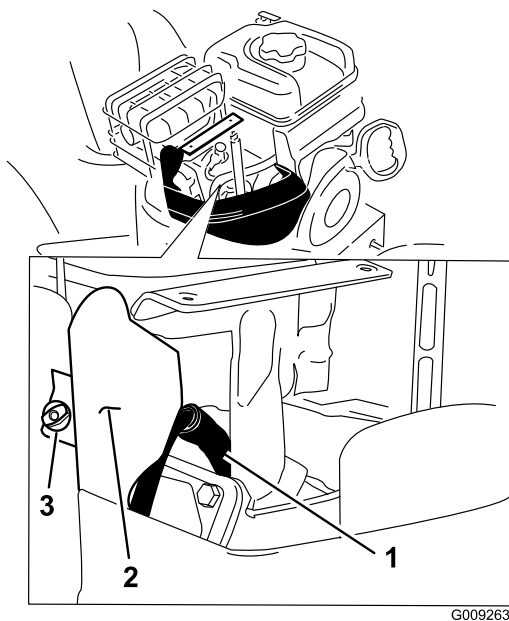

**Figure 43**
**Remarque:** Vous devez déposer le capot anti-neige pour accéder à la bougie d'allumage (Figure 43).
1. Enlevez la commande de starter et la clé de contact (Figure 43).
2. Enlevez les 2 vis qui fixent le capot anti-neige à la fraise à neige (Figure 43).